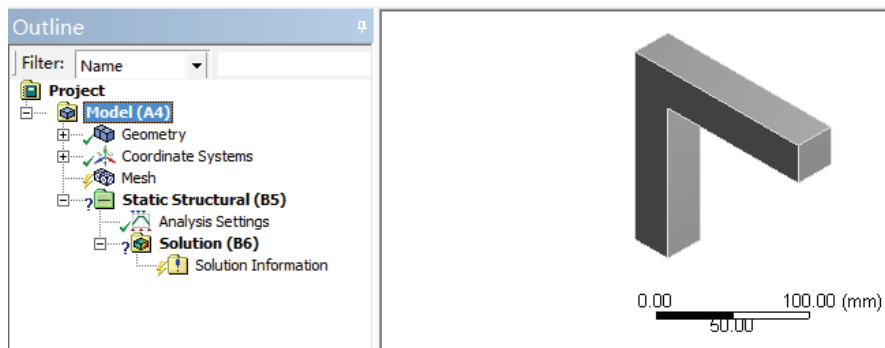

图 21-4 分析项目树结构图
1) 双击主界面项目管理区项目 A 中的 A3 栏 Model 项，进入 Mechanical 界面，得到分析项目树结构图如图 21-4 所示，在该界面下即可进行网格的划分、分析设置、结果查看等操作。